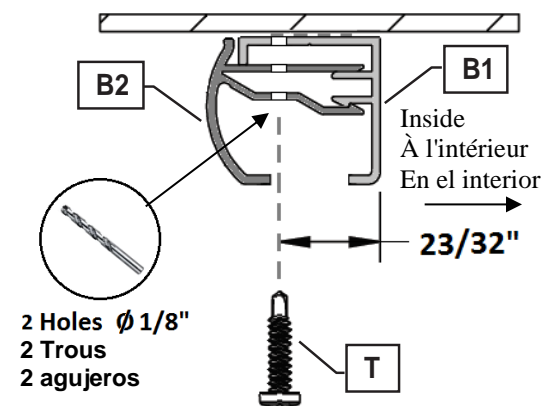

Fig 6b
5. Drill $\varnothing 1/8"$ pilot holes through the interior of the **2pc Header Assembly (b1 / B2)** at 2" from **Wall Jamb (C)** and **Inline Post (E)**. Drill the holes $23/32"$ (0.719) from the back of the **Inside Header (B1)**, just inside the **Outside Snap Header (B2)**. (Fig 6b/6c)
6. Secure the **Outside Snap Header (B2)** to the **Inside Header (B1)** with two **#8 x 3/4" PHPT Header Snap Cover Screws (T)**. (Fig. 6b/6c)
5. Percez des avant-trous de $\varnothing 1/8$ po à travers l'intérieur de l'**assemblage de linteau 2pc (b1 / B2)** à 2 po du **montant de mur (C)** et du **poteau en ligne (E)**. Percez les trous à $23/32$ po (0,719) de l'arrière du rail intérieur (B1), juste à l'intérieur du **couvrete extérieur à déclic (B2)**. (Fig. 6b/6c)
6. Fixez le **couvrete à encliquetage extérieur (B2)** au **rail intérieur (B1)** avec deux **vis de couvrete à enclenchement du rail PHPT n° 8 x 3/4 po (T)**. (Fig. 6b/6c)